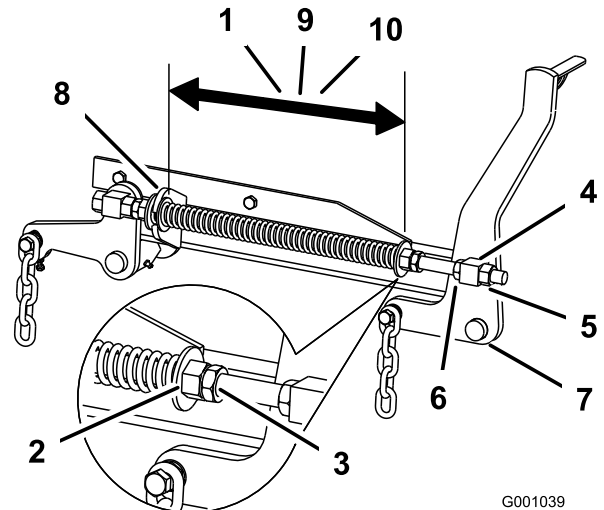

Figure 113
2. Vérifiez que les 2 grandes rondelles sont espacées de 28,2 cm pour les plateaux de coupe de 132 cm, de 26,7 cm pour les plateaux de coupe de 152 cm ou de 29,2 cm pour les plateaux de coupe de 183 cm (Figure 113).
3. Réglez cette distance en desserrant l'écrou de blocage du ressort et en tournant l'écrou devant chaque ressort (Figure 113).
4. Bloquez l'écrou en position en serrant l'écrou de blocage du ressort (Figure 113).